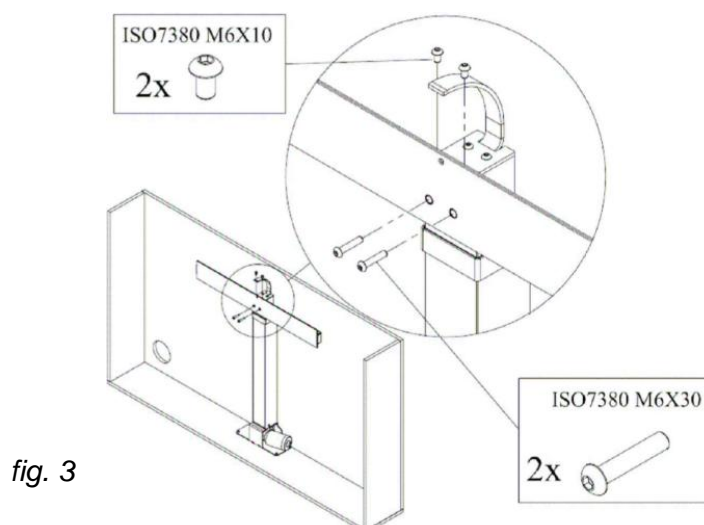

fig. 3
45. Utilizzare le viti fornite per fissare la trave orizzontale alla colonna (fig. 3)